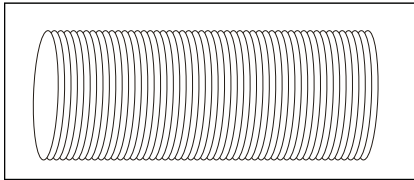

Fig. 3
1. Saque la manguera del embalaje. (fig. 3).